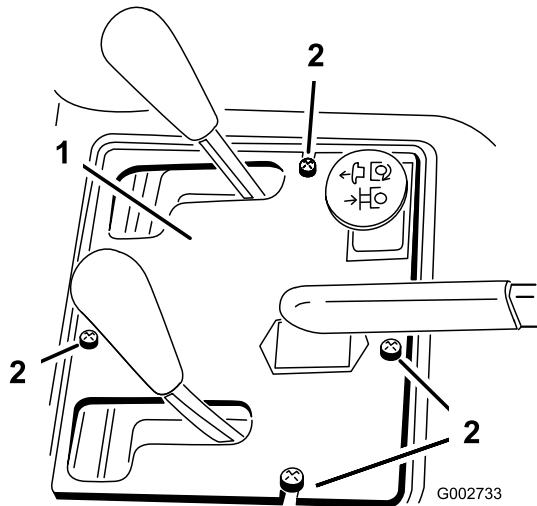

Рисунок 39
2. Снимите 4 винта, которые крепят панель управления к раме (Рисунок 39).